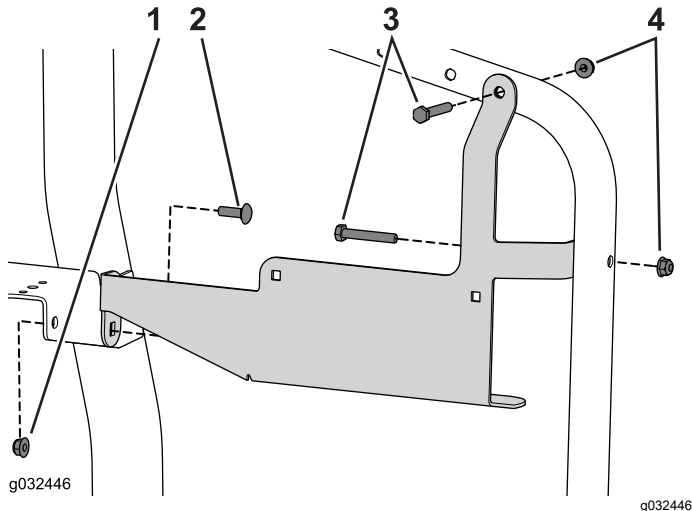

Figure 30
1. Fixez le support au cadre à l'aide des 3 boulons de carrosserie (5/16 x 1 po), (5/16 x 1 po), et des 3 écrous à embase (Figure 30).